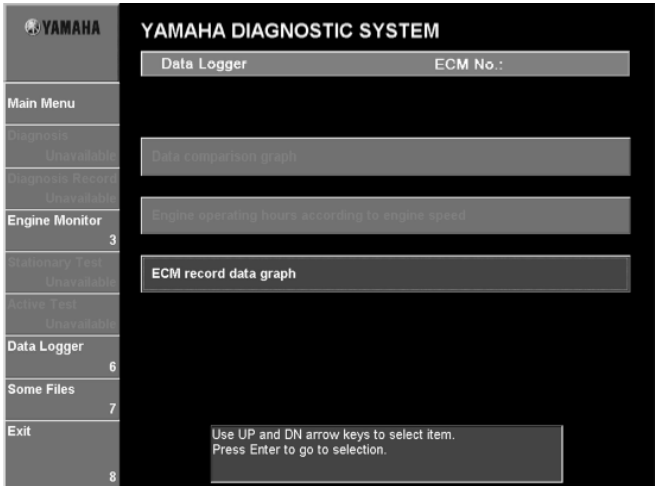

Рис. 108
1. Щелкнуть **График данных записи ECM(ECM record data graph)** или выбрать нажимая клавиша курсора вверх или вниз на клавиатуре, и нажать клавишу Enter. (Рис. 108)